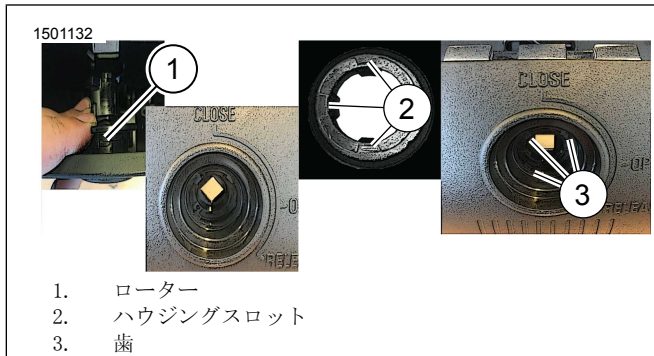

図7。ハウジング
- 図7手でローター(1)を配置します。
- 図7 ハウジングの三個のスロット(2)をリリースレバーの3本の歯(3)と合わせます、